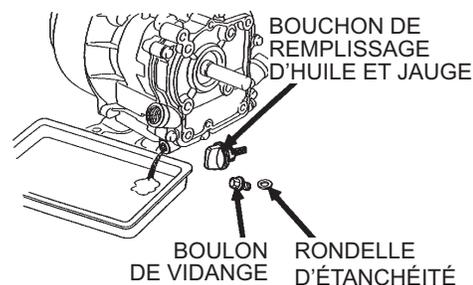

Figure 16. Huile du moteur (vidange)
2. Vider l'huile du moteur lorsque l'huile est chaude suite à l'utilisation. Retirer le bouchon de remplissage d'huile et dévisser le bouchon de vidange de l'huile du moteur situé au bas du moteur. Vider la vieille huile dans un bac (Figure 16).
1. Retirer et nettoyer la bougie d'allumage (Figure 16).